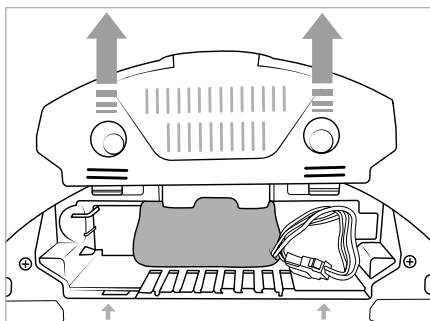

Fig. 26
- 1) Staccare la copertura del vano batteria ⑰ dall'apparecchio (vedere fig. 26).